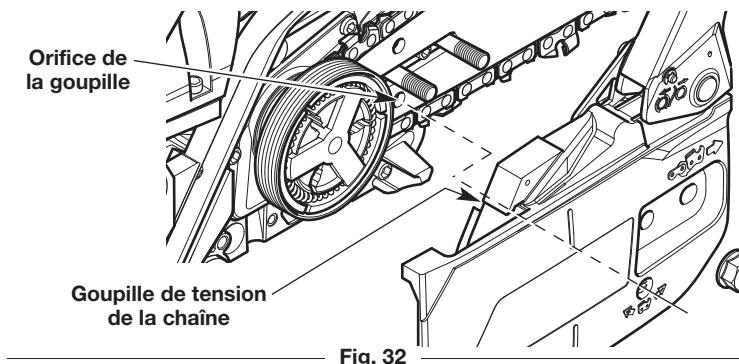

Fig. 32
- Installez le couvercle du guide-chaîne. Assurez-vous que la goupille de tension de la chaîne se trouve dans son orifice sur le guide-chaîne (Fig. 32).